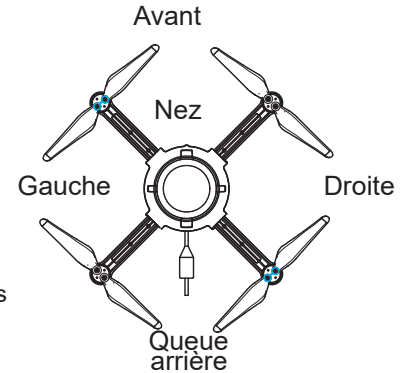

Figure 5-2: illustration de l'orientation du drone
- ① L'orientation du drone lui-même (comme indiqué sur la figure 5-2) : le côté arrière avec la prise du câble du drone est le côté arrière, et le côté avant est l'autre côté.
- ② Lors de vols de nuit, l'orientation du drone est déterminée par la couleur des lumières situées sous ses ailes. Le côté où les lumières rouges sont allumées correspond à l'avant de l'appareil, tandis que le côté où les lumières bleues sont allumées correspond à l'arrière.